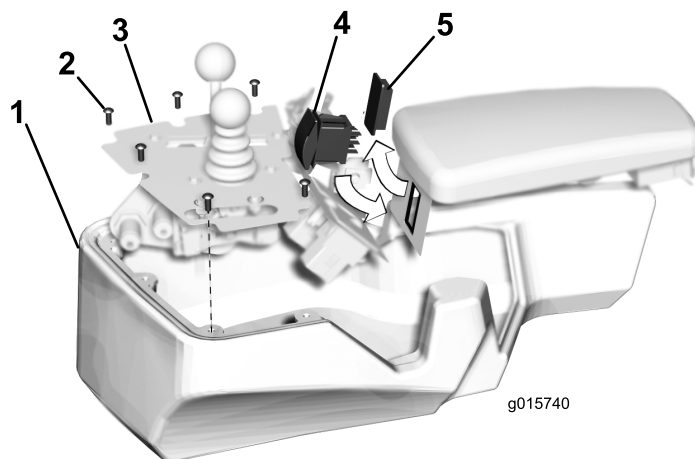

Figura 1
1. Rimuovete il coperchio della consolle svitando le sette viti a brugola che lo mantengono in posizione (Figura 1).
2. Dall'interno della consolle, estraete il tappo dal foro esercitando una pressione su di esso (Figura 1).
3. Inserite l'interruttore a ginocchiera nel foro di montaggio della consolle come indicato nella Figura 1.